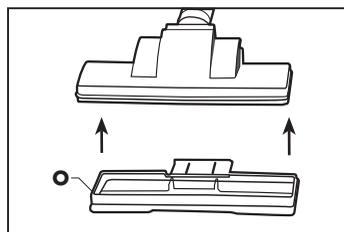

Fig. 12
La piastra feltro (O) si applica alla spazzola N. In questo modo é possibile pulire efficacemente il parquet. (Fig. 12)